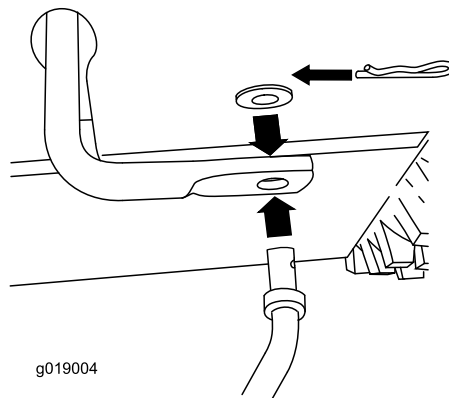

Рисунок 6
1. Вставьте нижний конец штока в нижний рычаг звена так, чтобы изогнутый конец штока управления скоростью был направлен назад (Рисунок 6).
2. Закрепите нижний конец штока управления скоростью с помощью плоской шайбы и шплинта (Рисунок 6).